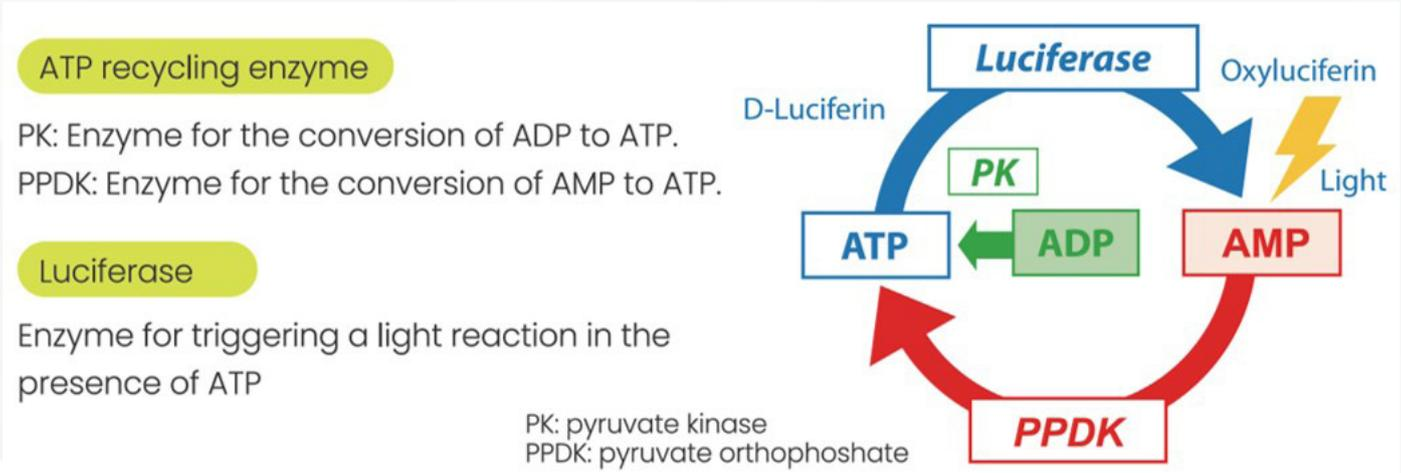

Abbildung 2: Prinzip der Lumineszenzmethode bei Verwendung des Enzymzyklus nach Bakke (Bakke 2022)
Das Prinzip des Nachweises der A3 Technologie ist in Abbildung 2 dargestellt. ATP wird über die Lumineszenzreaktion mittels der Glühwürmchen-Luciferase quantifiziert. Das bereits entstandene AMP wird durch die Pyruvatorthosphatdikinase (PPDK)–Reaktion zu ATP recycelt, sodass der Zyklus von vorne beginnen kann. Die Umwandlung von ADP erfolgt mittels der Pyruvatkinase (PK) in ATP und wird in den Recyclingprozess überführt.